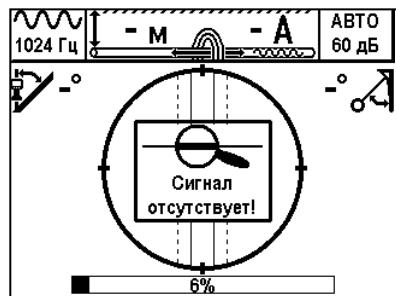
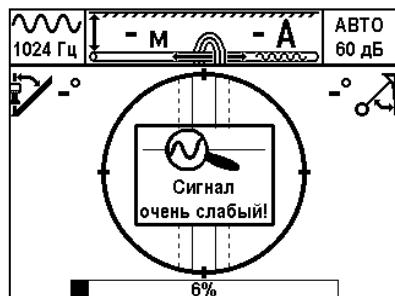

Рис.7
Рис.8
- Настроив приемник, следует продвигаться в предполагаемом направлении к коммуникации. Если уровень полезного сигнала недостаточный - приемник выдает сообщение «Сигнал отсутствует» (рис.7) или «Сигнал очень слабый» (рис.8).